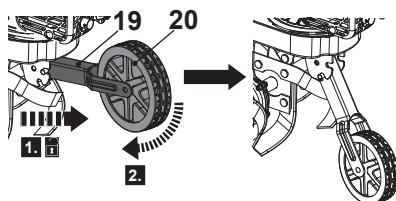

Fig. 17, posição de transporte
Puxe o suporte da roda (19) para a frente e mova-o para cima ou para baixo para a posição desejada (figs. 17, 18).
Aquando do transporte do produto e durante o armazenamento, a roda (20) deve ser ajustada para uma posição mais baixa (fig. 17).